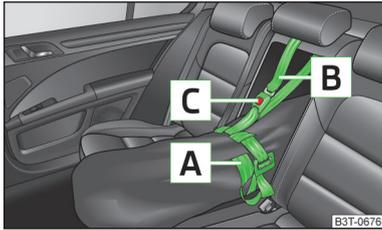

Abb. 80
- › Das Zugband **A** am freien Ende um die Skier vor den Bindungen festziehen » Abb. 80.
- Nach dem Beladen mit Skiern muss der Durchladesack mit dem Sicherungsband **B** » Abb. 80 gesichert werden.